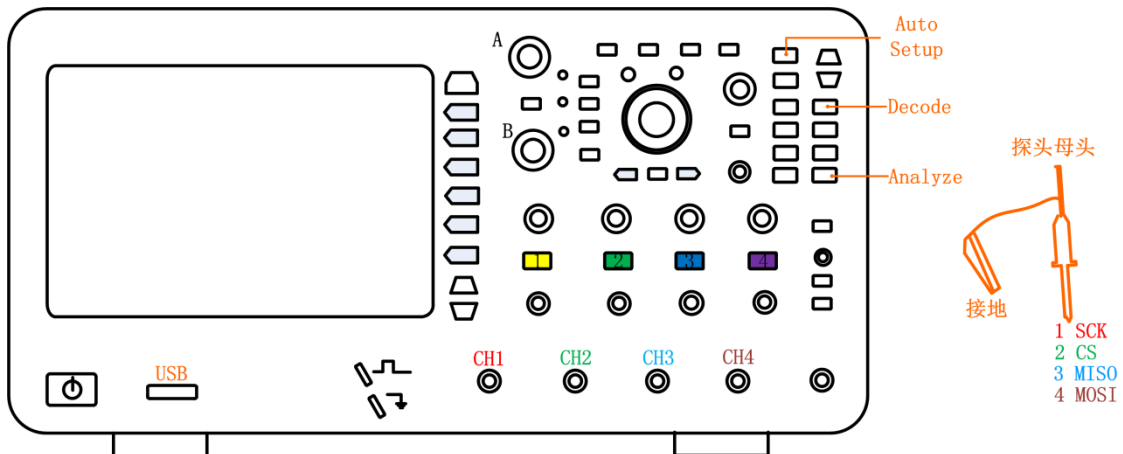

图 2.1 信号接入
- 将 SPI 的时钟、片选信源和数据信源按需分别接到示波器输入通道中，如图 2.1 所示，点击【Auto Setup】一键捕获波形，让波形以较好的效果显示在界面；
- 点击面板上的【Analyze】按键，如图 2.1 所示。